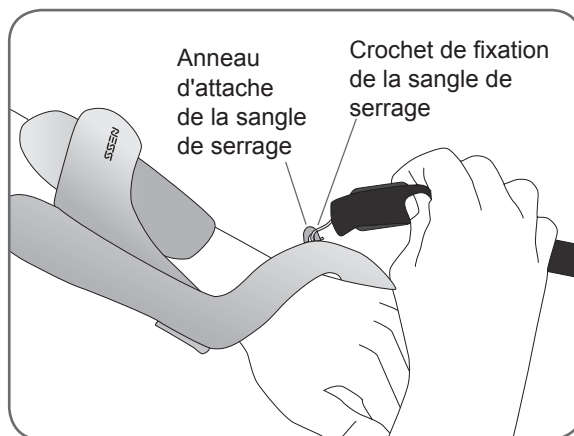

Figure 6-11 : Attache de la sangle de serrage.
1. Fixez le crochet sur la sangle de serrage à l'anneau de fixation sur le pont de poignet de l'orthèse. Reportez-vous à la Figure 6-11.